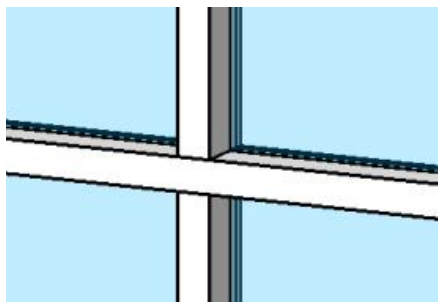
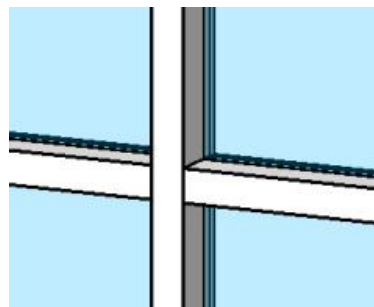

图 3-35 对横竖梃进行“结合”
图 3-36 对横竖梃进行“打断”
• 在绘图区域中,选择竖梃。单击“修改|幕墙竖梃”选项卡的“竖梃”面板中的“结合”或“打断”命令。使用“结合”可在连接处延伸竖梃的端点,以便使竖梃显示为一个连续的竖梃(图 3-35);使用“打断”可在连接处修剪竖梃的端点,以便将竖梃显示为单独的竖梃(图 3-36)。